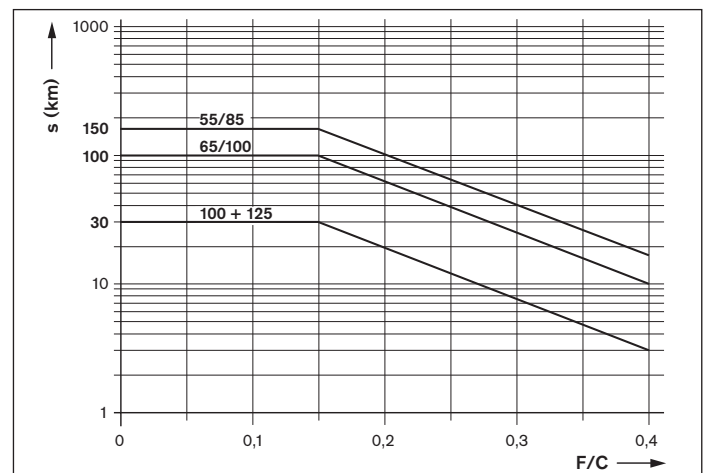

Figura 14
- ▶ Dopo aver raggiunto l'intervallo di rilubrificazione secondo la figura 14, introdurre la quantità di lubrificante secondo la tabella 11.
- ▶ Dopo aver raggiunto l'intervallo di rilubrificazione secondo la figura 14, introdurre la quantità di lubrificante per ogni raccordo di lubrificazione secondo la tabella 11.